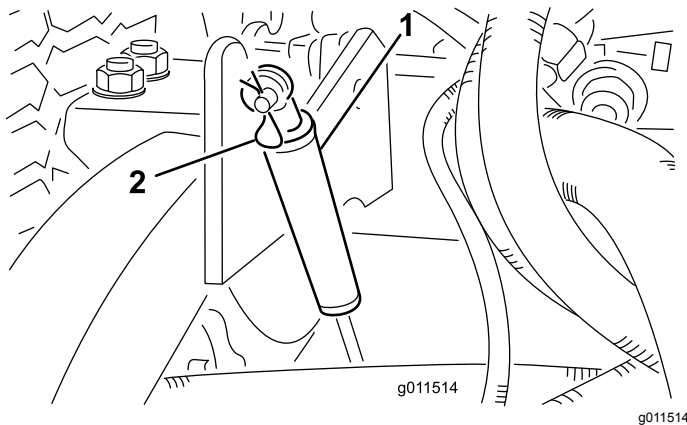

Figura 120
2. Retire el pasador de horquilla que fija los amortiguadores a los brazos de elevación (Figura 120).